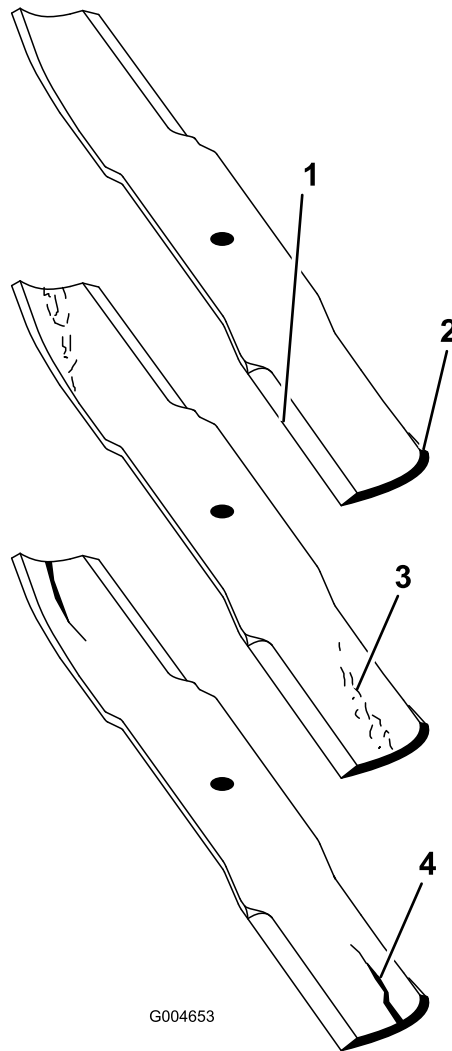

図 82
2. ブレードの切っ先を注意深く観察、特に、直線部と曲線部が交わる部分をよく観察する [図 82]。この、直線部と曲線部の交差域は、砂などによる磨耗が進みやすい部分なので、機械を使用する前によく点検することが必要である。磨耗が進んでいる場合 [図 82]には、ブレードを交換する。